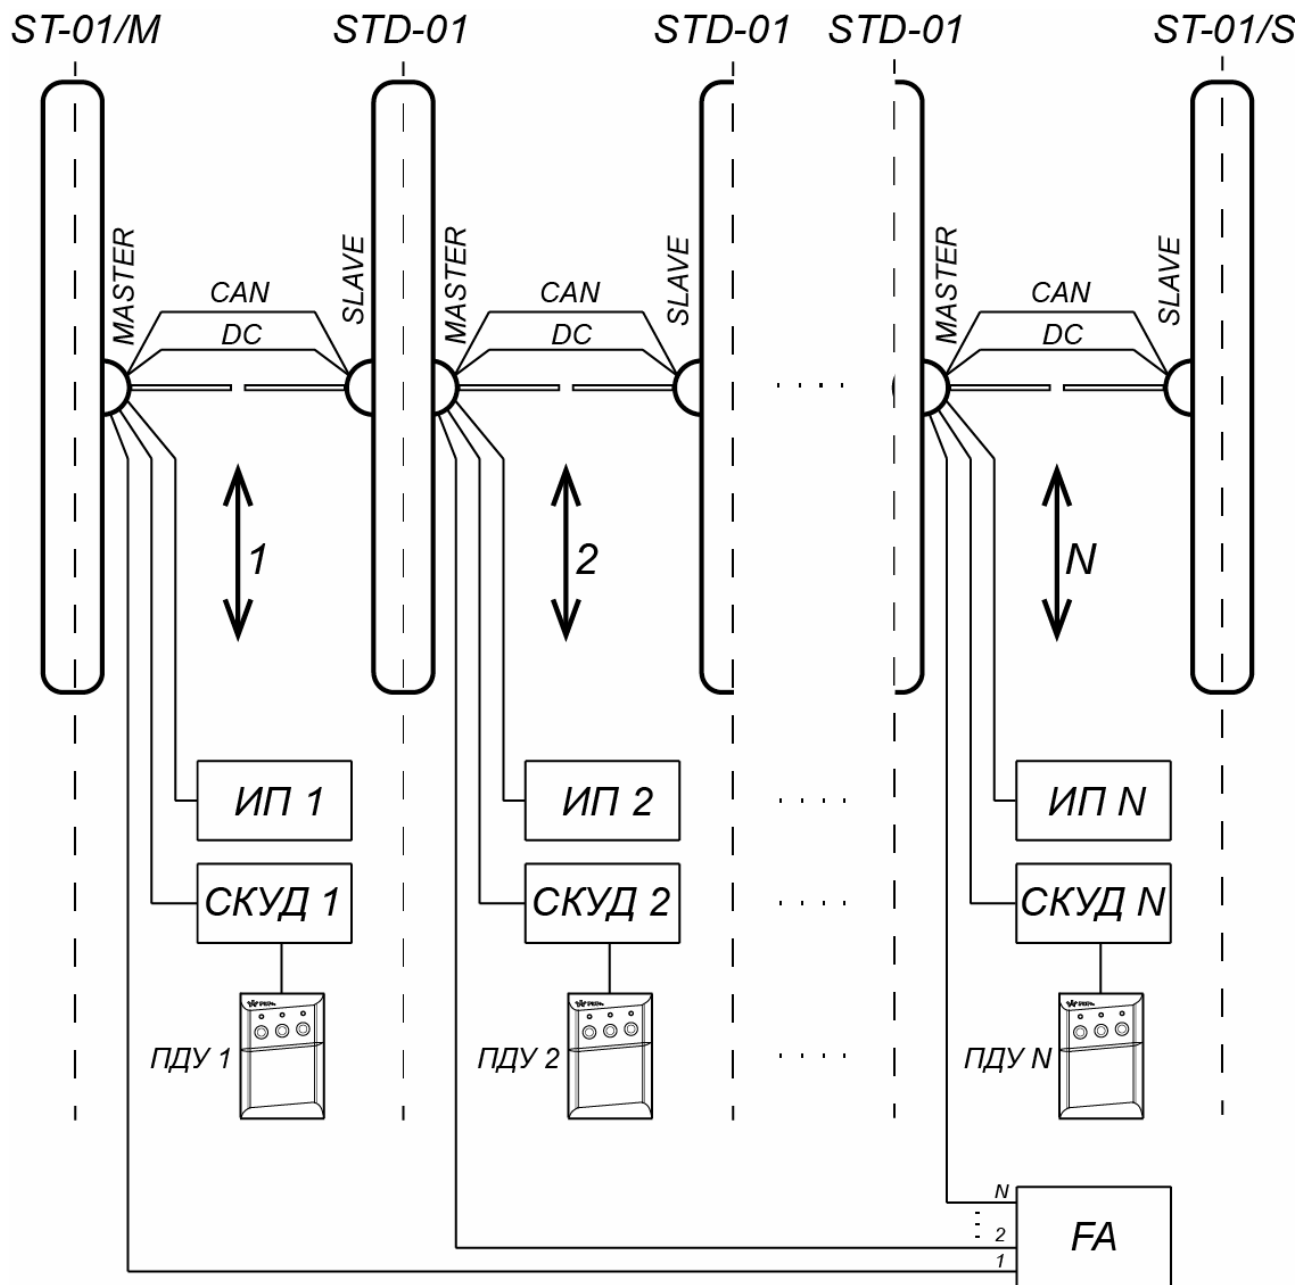
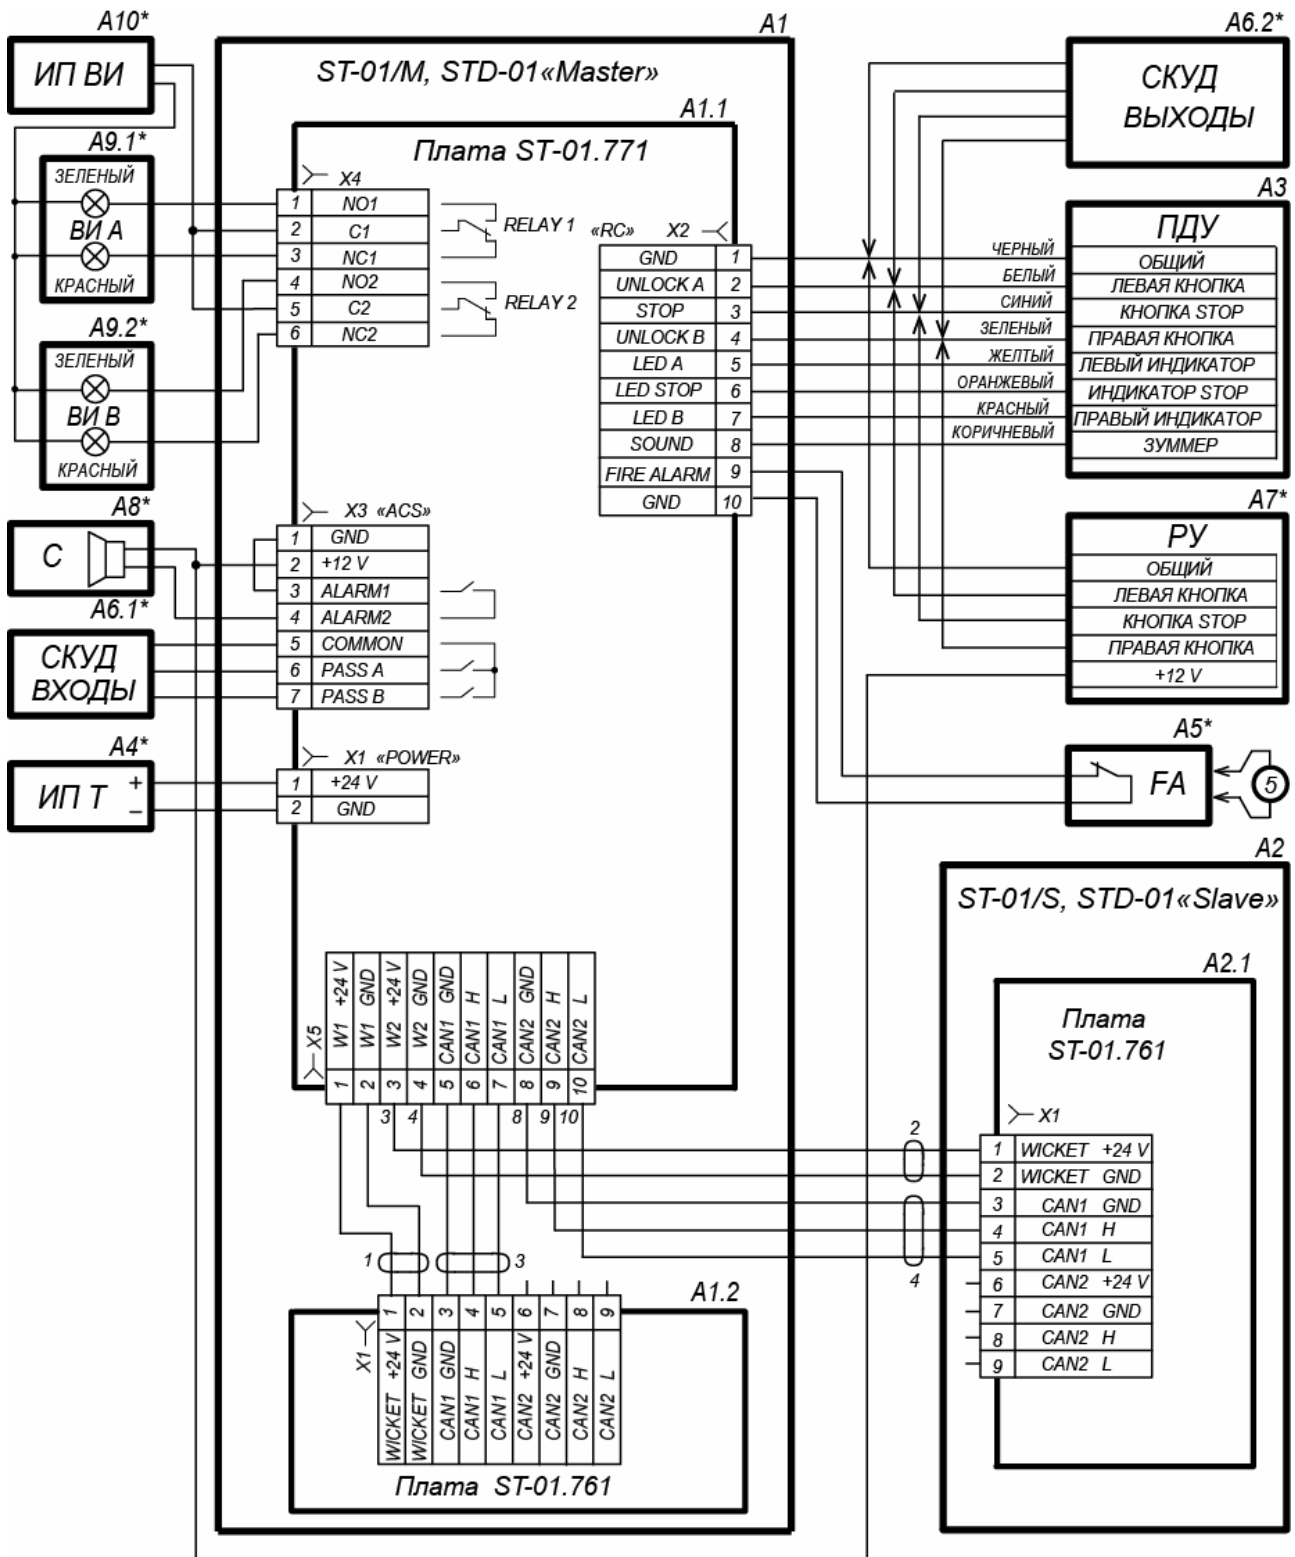

Рисунок 16. Схема соединений турникета PERCo-ST-01 и двусторонних секций PERCo-STD-01 для организации проходной с несколькими зонами прохода
Рисунок 17. Схема электрических соединений турникета¹
Схема электрических соединений турникета приведена на рис. 17. Типы кабелей, используемых при монтаже, перечислены в табл. 4. На рис. 16 приведен пример схемы соединений турникета и двусторонних секций при организации проходной с несколькими зонами прохода.
Если нет возможности использовать способ протяжки кабелей кондуктором, при необходимости кабели DC и CAN можно проложить сразу, до начала установки секций. Данные кабели находятся в центральной стойке секции (стороны секции) *Slave* внизу под кожухом. Для этого необходимо распаковать секцию *Slave*, снять кожух с центральной стойки (см. рис. 18), вынуть кабели DC и CAN и отсоединить их от платы управления приводом. На концах жил кабелей имеются маркеры с номерами, соответствующими схеме соединений (рис. 17).
23. Подключите кабели к плате управления турникета, расположенной в нижней части центральной стойки секции *Master* согласно схеме электрических соединений турникета (см. рис. 8 и рис. 17).